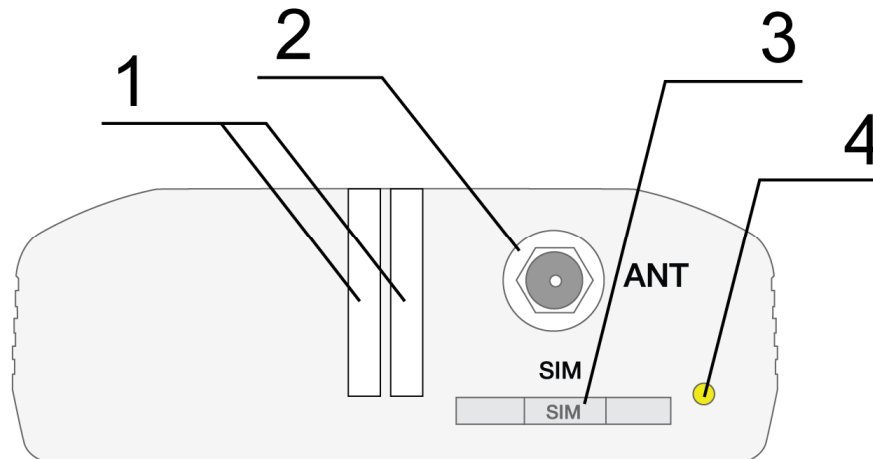
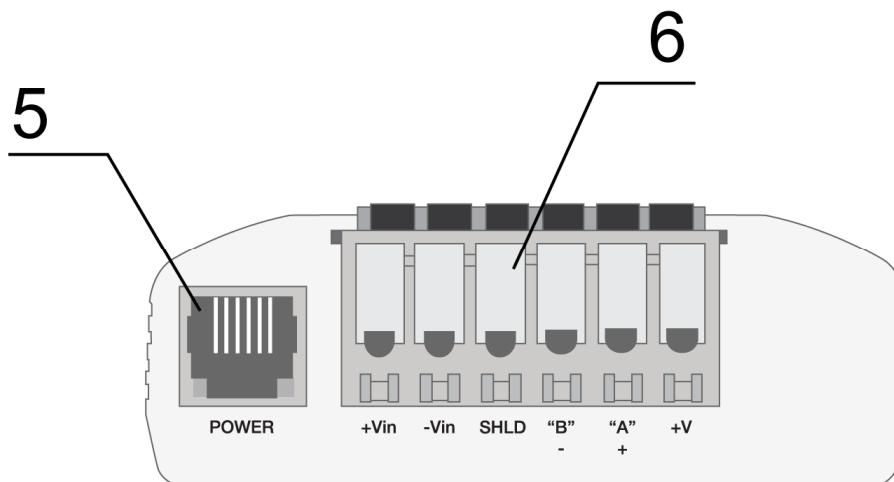

Рис. 2.1. Вид спереди
Рис. 2.2. Вид сзади
Модем MC55i-485GI представляет собой компактное устройство, выполненное в пластиковом корпусе. Внешний вид представлен на рис. 2.1 и рис. 2.2.
- достать SIM-лоток, нажав на кнопку извлечения SIM-лотка (рис. 2.1);
Подключить GSM-антенну и коммутирующий кабель (RS485). Подать питание на модем через разъем питания или через разрывной коннектор (рис. 2.2). После подачи питания произойдет запуск модема, о чем сигнализирует зеленый индикатор частым миганием (табл. 2.6.1). При снятом PIN-коде SIM-карты автоматически происходит регистрация в сети. После завершения регистрации модем переходит в рабочий режим, зеленый индикатор мигает реже.